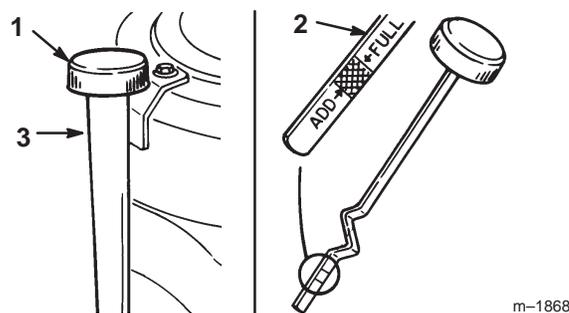

Figure 14
3. Nettoyez la surface autour de la jauge d'huile (Fig. 14) pour éviter que des impuretés s'introduisent dans le goulot de remplissage, ce qui risquerait d'endommager le moteur.
4. Dévissez la jauge d'huile et essuyez soigneusement l'extrémité métallique (Fig. 14).
5. Revissez la jauge complètement dans le goulot de remplissage (Fig. 14). Dévissez de nouveau la jauge et examinez l'extrémité métallique. Si le niveau est bas, versez lentement une quantité d'huile suffisante dans le goulot de remplissage pour amener le niveau au repère du plein (FULL) sur la jauge.
7. Versez lentement environ 80% de la quantité d'huile spécifiée dans le goulot de remplissage (Fig. 14). Vérifiez le niveau d'huile (voir Contrôle du niveau d'huile, page 20, points 4 à 5).